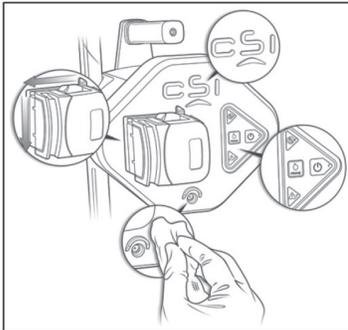
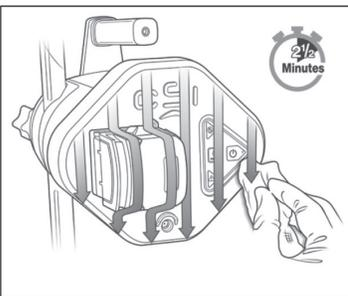

Figure 11. Essayer soigneusement ces zones
Figure 12. Essayer toutes les surfaces de la face avant
- Essayer soigneusement les joints et les creux du couvercle de la tête de pompe, autour des bords des lettres, autour des boutons et autour de la prise d'alimentation (voir la figure 11). Essayer soigneusement toutes les surfaces de la face avant de la pompe (voir la figure 12). Maintenir toutes les surfaces **humectées** pendant au moins deux minutes et demie. Jeter les lingettes.